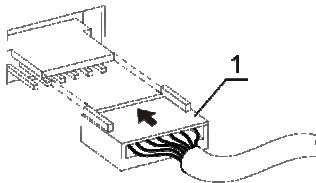
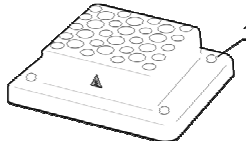

Abb. 1 Abschluss des Thermoblocks
Abb.2 Einrichten des Thermoblocks
- Wählen Sie einen Thermoblock aus und schließen Sie nach dem Schema in Abb. 1/1 den Stecker an die Kontaktklemme auf der Unterseite des Thermoblocks an. Vergewissern Sie sich, dass die Klemme fest sitzt.
- Ziehen Sie die vier Rändelschrauben fest (Abb.2/1).
- Lösen Sie die vier Rändelschrauben (Abb. 2/1) und ziehen Sie den Stecker (Abb. 1/1).